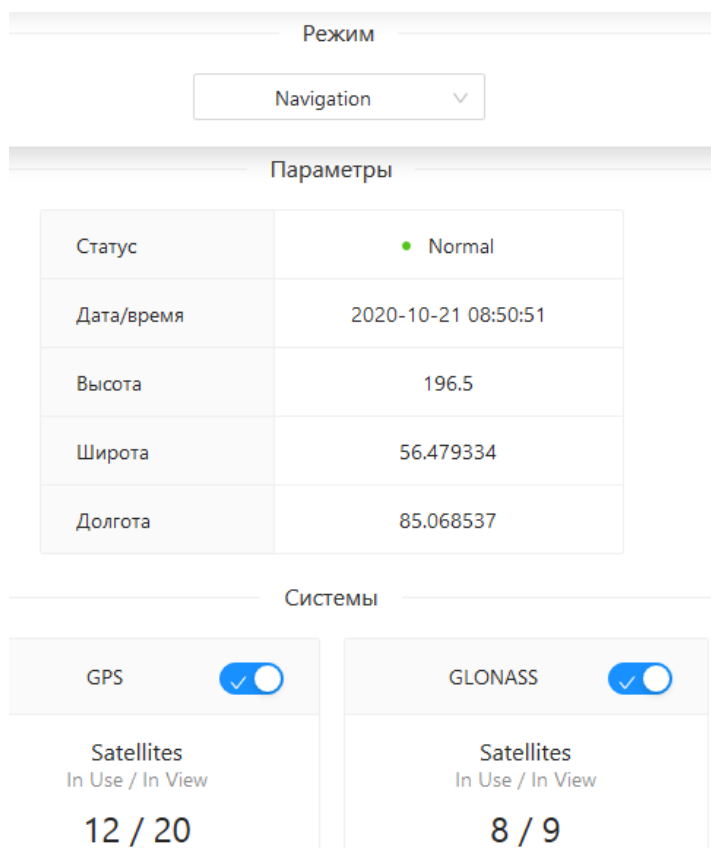

Рисунок 12
3.8.6.1. Нажатие с помощью манипулятора на индикатор «ГНСС» открывает окно ГНСС с информацией о координатах местоположения станции, количестве видимых спутников «GPS» и «ГЛОНАСС», текущей дате и времени (по Гринвичу) согласно примеру, приведенному на рис. 12.